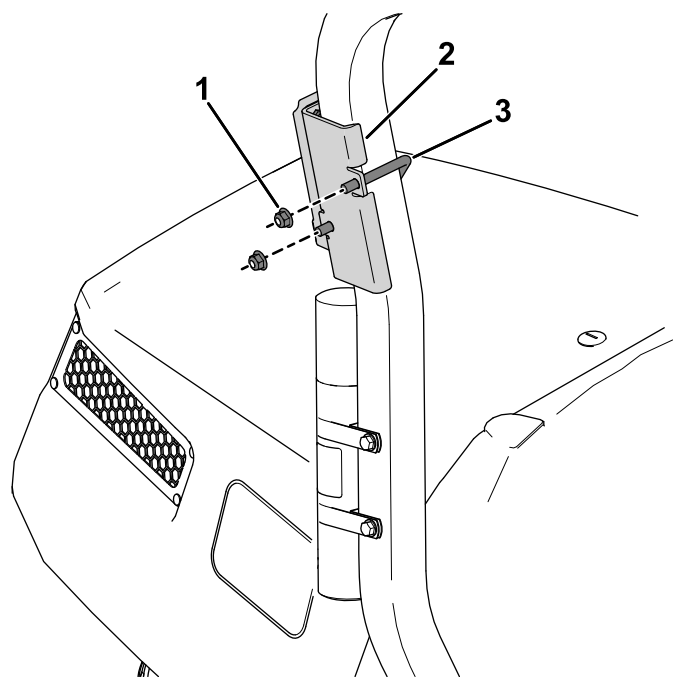

図 11
2. Uボルトとフランジナット (3/8") 2個を使って、デバイスブラケットをロールバーのマニュアルチューブの上の領域に固定する(図 11)。